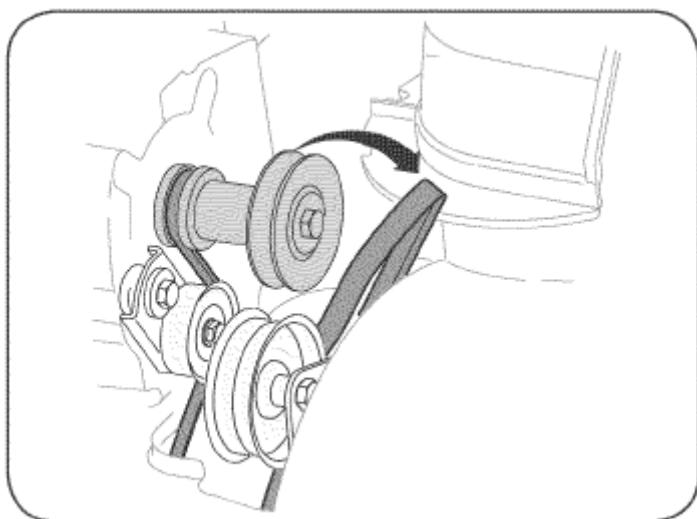

Рисунок 23
3. Стащите ремень шнека со шкива двигателя (см. рис. 23).